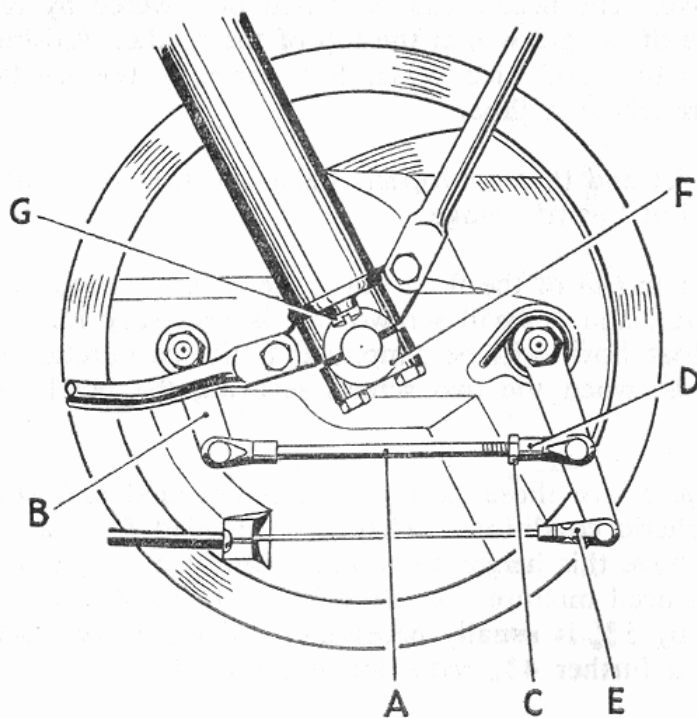

Fig 26. Montering framhjul, visar bromslänkaget. (Lightning, Firebird Scrambler och Spitfire MK. IV).
Tag bort länkarmen (A) fig 26 som förbinder de båda bromsskorna genom att lossa ledtapparna och saxpinnarna.
Koppla loss bromswiren genom att lossa wirens ledtapp (E) fig 26 och saxpinnen.